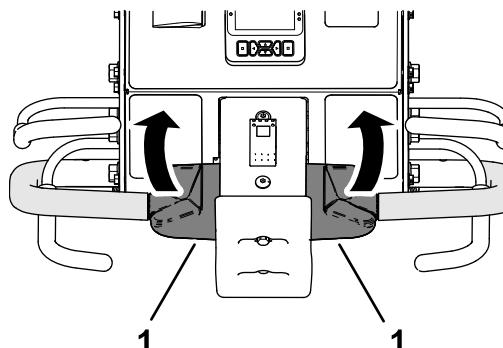

図 38
- オペレータベイルとエアレーションベイルを握った状態で、走行コントロールの上部を後方に回転させる図 38。